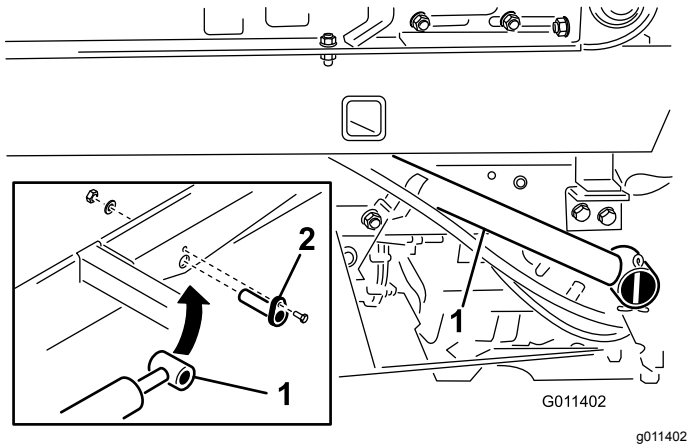

Bild 11
1. Befestigen Sie das Ende jeder Hubzylinderstange mit einem Zylinderstift am Topdresser-Unterteil (Bild 11).
2. Befestigen Sie jeden Zylinderstift mit einer Bundkopfschraube (1/4" x 3/4"), einer Flachscheibe und einer Mutter (Bild 11) am Unterteil des Topdressers.